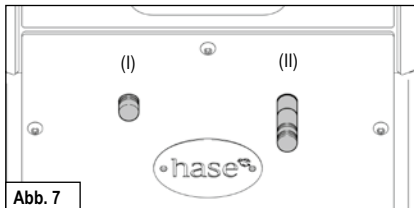

Abb. 7
Primärluft und Sekundärluft einstellen.	Primärluftschieber (I) schließen, Sekundärluftschieber (II) auf Markierung 2. (s. Abb. 7)